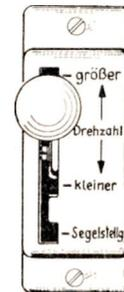

Abb. 4
das Einheitsverstellgerät (Umkehrmotor) (3) (Abb. 3) eingeschaltet wird und von diesem aus die Verstellung der Luftschaubenblätter über die biegsame Welle (4) und das Luftschaubenverstellgetriebe erfolgt: Haben die Luftschaubenblätter die gewünschte Stellung erreicht, was am Anzeigergerät (5) im Motorvorbau zu ersehen ist, dann braucht man lediglich den Schaltergriff des Handwählschalters (2) (Abb. 2) loszulassen, worauf dieser in seine Ausgangsstellung zurückgeht und somit das Einheitsverstellgerät ausschaltet. Beim Drücken des Schaltergriffes nach Segelstellung rastet dieser in Endstellung ein (siehe auch Abb. 4). Bei Segelstellung der Luftschaube sind die Luftschaubenblätter in Flugrichtung gestellt, d. h. die Luftschauben bieten den geringsten Luftwiderstand, wodurch Stillsetzen des Motors ermöglicht wird. Die Verstellzeit auf Segelstellung beträgt etwa 40 Sekunden.